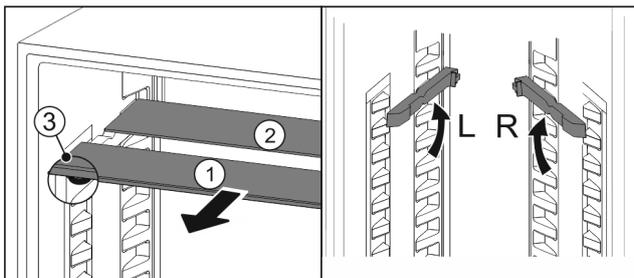

Fig. 86
- ▶ estrarre i ripiani di vetro singolarmente tirando in avanti Fig. 86 (1).
- ▷ Il piano in vetro Fig. 86 (1) con il motivo ornamentale è nella parte anteriore.
- ▷ I fermi Fig. 86 (3) sono rivolti verso il basso.